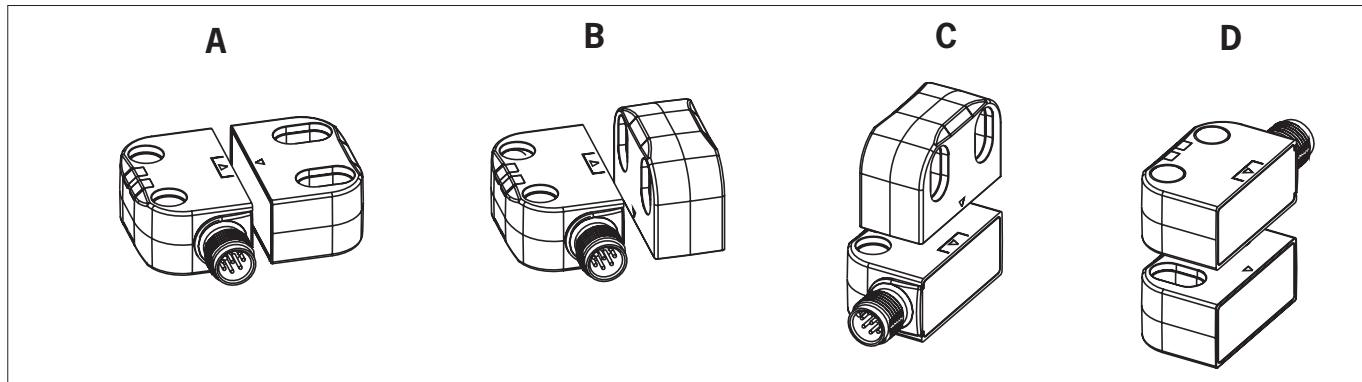
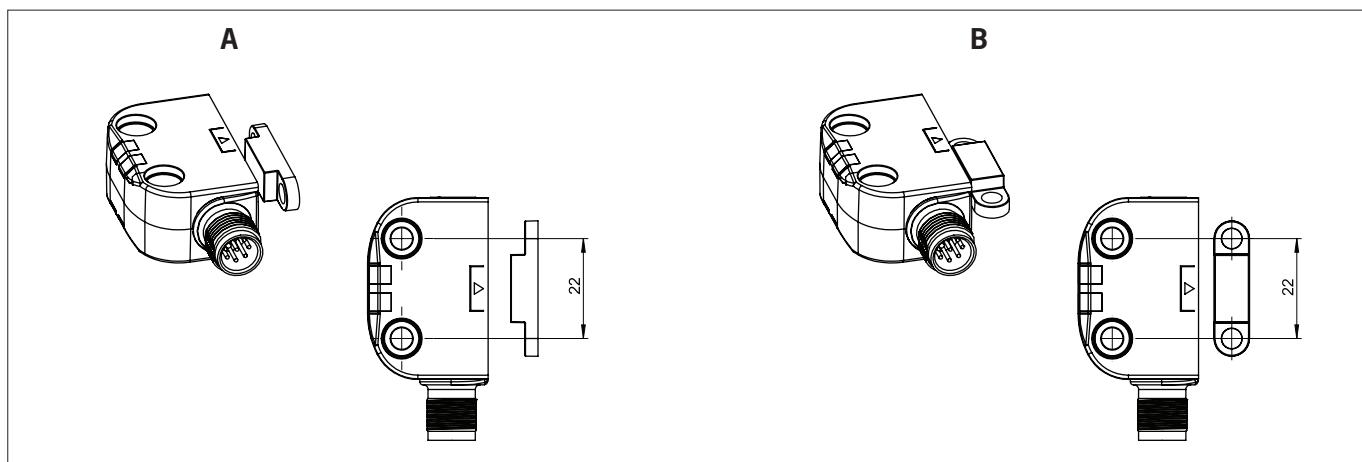

Fig. 1 : Positions de montage autorisées pour les actionneurs CES-A-BTN-C07-... et A-FLX-C07-04-... : respecter le sens de la flèche figurant sur l'appareil.
Fig. 2 : Positions de montage autorisées pour les actionneurs A-C11-01-... et A-FLX-C11-05-...
- Respecter les positions de montage autorisées (voir Fig. 1 et Fig. 2).